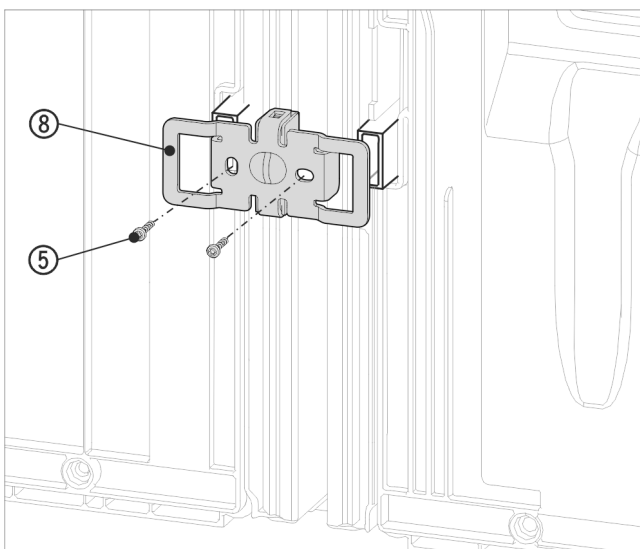

Fig. 18 Beispielhafte Darstellung
- ▶ Den Winkel Fig. 18 (8) erneut mit den Aussparungen über die Aufnahme für die Wandabstandshalter schieben.
- ▶ Mit 2 Schrauben Fig. 18 (5) fest anschrauben.